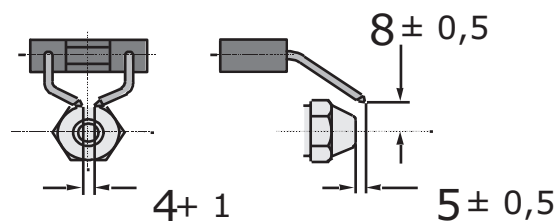

Рис. 506
- Проверить расстояние между остриями электродов и распыляющей форсункой (см. Рис. 506).
- Проверить расстояние между электродами (см. Рис. 506).